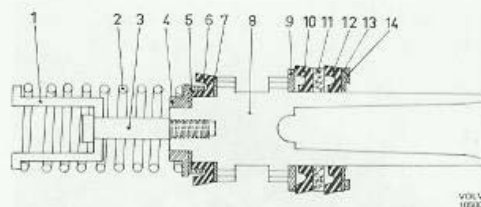

Bild 58. Primärkolv
3. Montera på primärkolven den tunna brickan (7 bild 58), packningen (6) och stödringen (5). Hur detaljerna skall vändas framgår av bilden. Sätt fjäder (2) med fjädertallrik (4) och hylsa (1) på primärkolven. Tryck ihop fjädern och dra skruven (3) i botten.
4. Sätt brickan (9), packningen (10), plastbrickan (11), packningen (12) och brickan (13) på primärkolven.